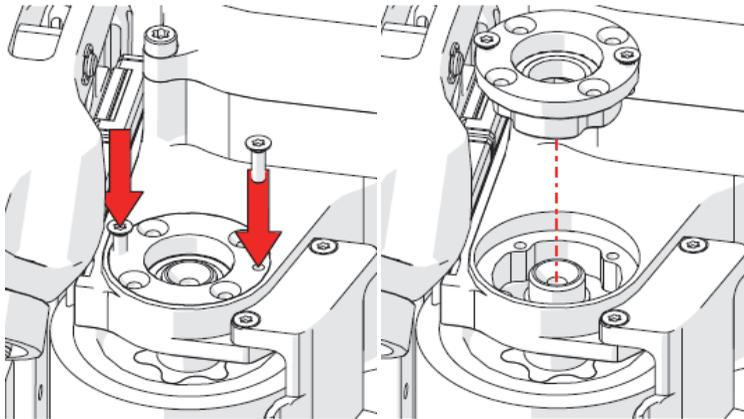

Figure 2-13 Utilisation des vis comme vérins pour dégager le boîtier de roulement
14. Utilisez deux des vis du boîtier de roulement comme vérins pour dégager le boîtier et le retirer (Figure 2-13 à la page 100).